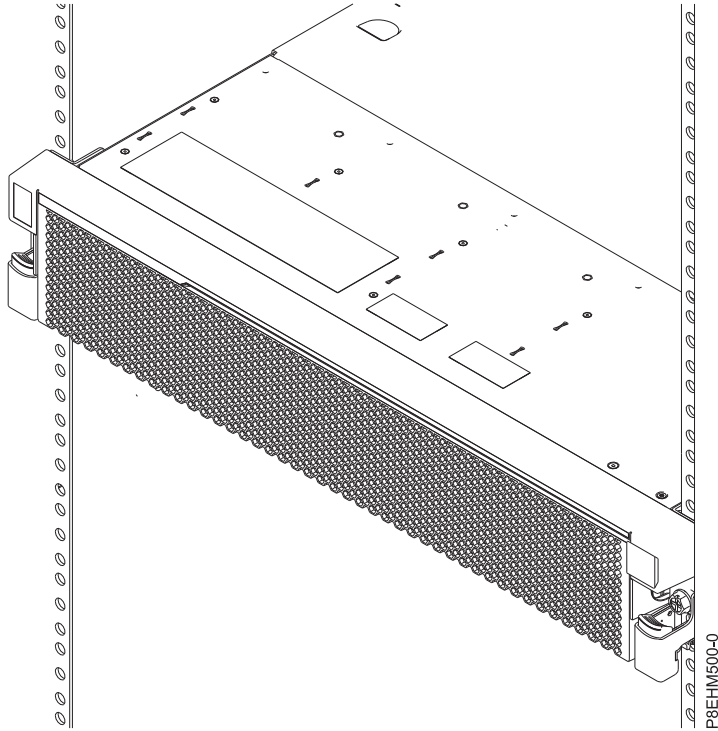

Figure 20. Serveur installé dans l'armoire
6. Fixez le panneau avant sur le système. Voir figure 20, à la page 17.